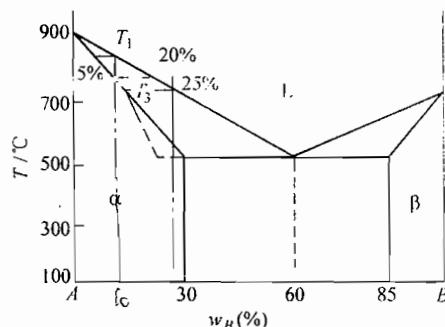

图 6-7 第八题第 1 小题解答图
1. 假设液相线和固相线均为直线，从图 6-7 可知  $K_0 = C_S/C_L = 1/2$ 。含 10% B 的液相初始结晶时晶体中应含  $(10\%)/2 = 5\% B$ 。在稳态结晶时结晶前沿成
分为合金成分的固相平衡，所以液相成分为含  $(10\%) \times 2 = 20\% B$ 。从图 6-7 得知，对应 60% 液相线上温度下降  $400^\circ\text{C}$ 。所以， $B$  每上升 10%，温度下降  $66.6^\circ\text{C}$ ，即  $m = \frac{400^\circ\text{C}}{60\%}$ 。